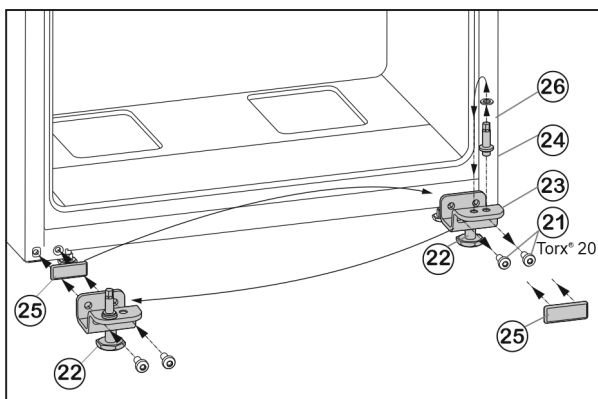

Fig. 9
- ▶ Tekerje le a rögzítőcsavarokat Fig. 9 (21).
- ▶ Vegye le a teljes alsó csapágybakot Fig. 9 (23) a csapszeggel Fig. 9 (24), az alátéttel Fig. 9 (26) és a beállító lábbal Fig. 9 (22).
- ▶ Csavarozza le a teljes csapágybakot Fig. 9 (24) az alátéttel Fig. 9 (26), helyezze át a csapágybak túldoldali felvevő furatába, és csavarozza vissza.
- ▶ Óvatosan vegye le a fedőlemezt Fig. 9 (25), és helyezze át az ellenkező oldalra.
- ▶ Csavarozza vissza a teljes alsó csapágybakot Fig. 9 (23) a csapszeggel Fig. 9 (24), az alátéttel Fig. 9 (26) és a beállító lábbal Fig. 9 (22) a csuklópánt új oldalán **erősen (4 Nm-es nyomatékkal)**, adott esetben egy akkus csavarhúzóval.
- ▶ Az ajtót felülről helyezze Fig. 9 (24) a csapszegre.
- ▶ Tekerje ki az állítólabát Fig. 9 (22) az alsó csapágybakból Fig. 9 (23), míg hozzá nem ér a talajhoz.